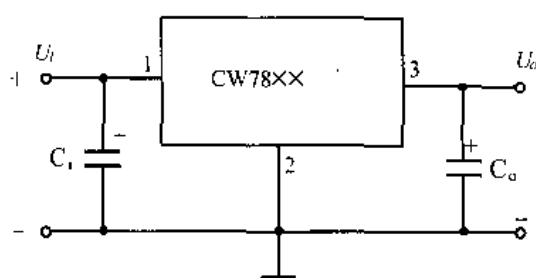

图 2.3 三端集成稳压器的应用电路
CW78×× 和 CW79×× 系列的集成稳压器的典型应用电路见图 2.3。为了进一步改善滤波效果, 应接入 C_i 和 C_o 。CW78×× 系列的集成稳压器输入和输出之间的电压相差不得小于 2V, 一般在 5V 左右为宜, 这样集成稳压器的功耗不太大, 又可使调整管处于放大区工作, 保证较好的电气技术指标。目前有一种低压差集成稳压器, 输入和输出之间有 0.5V 的压差就可正常工作, 这种低压差集成稳压器功耗可下降许多。还有一种跟踪式集成稳压器, 它可输出正、负两路而绝对值相等的电压。
注[1]:①、②、③代表引线编号,具体位置参阅图 2.3。I、O、GND 和 ADJ 分别代表输入、输出、地和调整端。